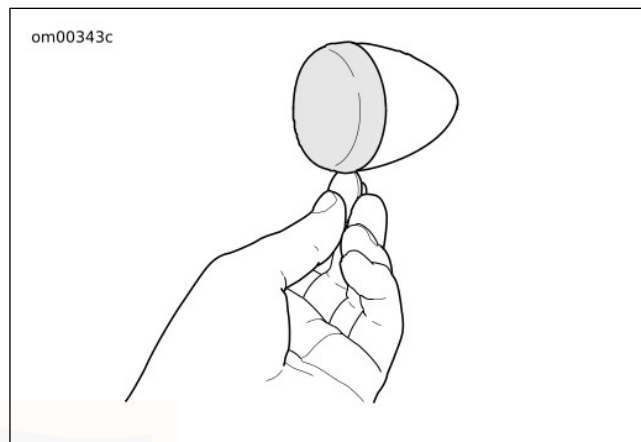

Abbildung 48. Streuscheibe entfernen.
1. Siehe Abbildung 48. Eine Münze oder die Klinge eines kleinen Schraubendrehers in die Kerbe an der Unterseite der Streuscheibe einsetzen. Die Münze vorsichtig drehen, bis der Streuscheibendeckel aus dem Blinkergehäuse herauspringt.